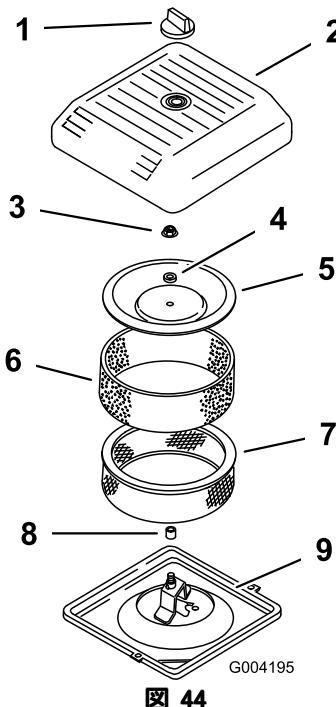

図 44
3. エア・クリーナのカバーを固定しているノブを外し、カバーを取り出す(図 44)。
4. ペーパー・エレメントについているスポンジ・エレメントを注意深く外す(図 44)。
5. カバー・ナットを外し、カバー、スペーサ、ペーパー・エレメントを外す(図 44)。
2. エア・クリーナのベースにエア・クリーナ・アセンブリを取り付ける(図 44)。
- カバーとスペーサを元どおりに取り付け、ナットで固定する(図 44)。ナットを 95inch-lb (1.0kg.m) にトルク締めする。
- エア・クリーナのカバーを取り付け、ノブで固定する(図 44)。